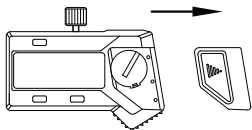

Abb.1
1. Einsetzen der Batterie:---Entfernen Sie die Batterieabdeckung (Abb.1)